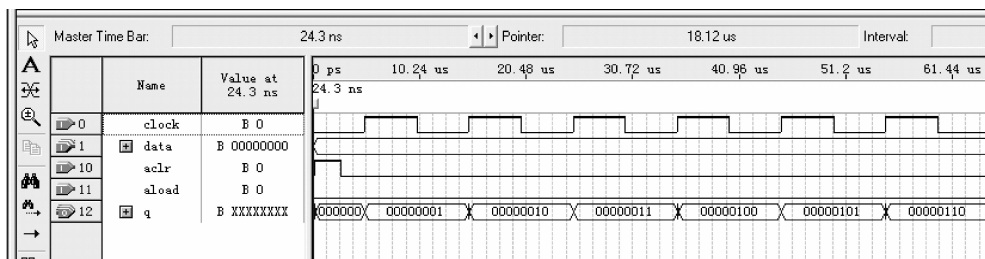

图 3-74 计数器工程 count 的仿真波形
(2) 编辑输入波形。单击波形窗口左侧的“全屏显示”按钮, 使全屏显示, 并单击“放大缩小”按钮  后, 在波形编辑区域用鼠标左键单击(放大)或右键单击(缩小), 使仿真坐标处于适当位置。这时仿真时间横坐标设定在数十微秒数量级。按照 count 的真值表设计输入波形, 选择主菜单 Processing→Start Simulation, 或者单击 Quartus II 工具栏上的  按钮, 开始仿真, 仿真成功后弹出计数器工程 count 的仿真波形如图 3-74 所示。图中只给出了计数功能的仿真, 请参考此波形图, 仿真计数器的置数功能, 即设置 load 和 data 输入端的信号, 给计数器加载数据, 观察计数器的输出信号 q。